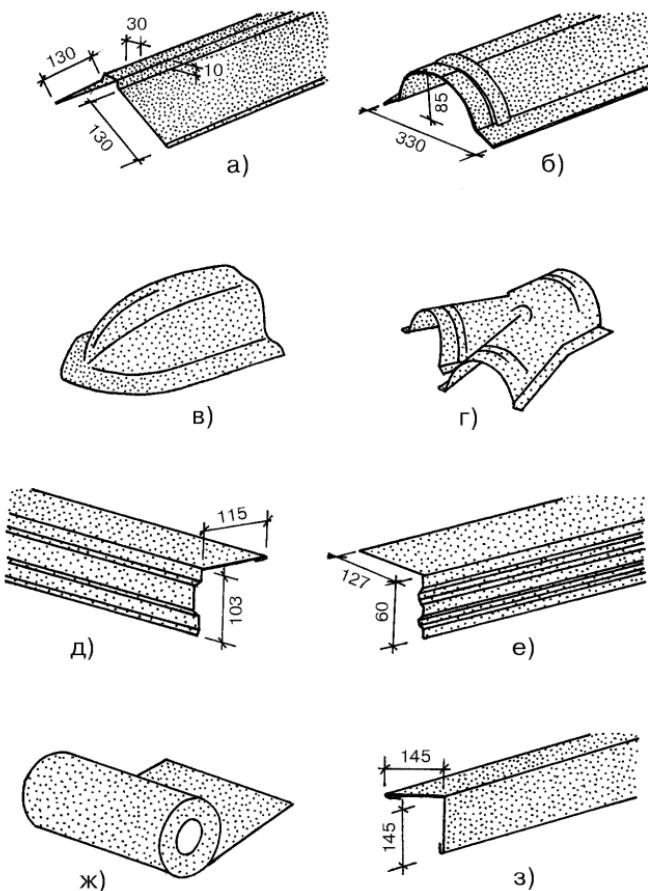

Рис. 66. Комплектующие материалы для кровель из металлической черепицы и профнастила
► **Кровли из металлочерепицы и профилированного настила** изготавливаются из специальных профилей горячеоцинкованной стали толщиной 0,5–0,7 мм с многослойным покрытием цветным пластиком. Такое покрытие обладает высокой устойчивостью к воздействию ультрафиолетовых лучей и температур (от –50°C до +120°C) и обеспечивает срок эксплуатации не менее 30 лет. Конструкции легкие (4,5–5,0 кг/м²) монтируются на обрешетке крепежными винтами-саморезами с герметизирующими прокладками в шляпке и для монтажа не требуют практически никакого тяжелого оборудования (рис. ??). При этом фирмы предоставляют большой выбор дополнительных материалов таких, как планки (коньковые, торцевые, карнизные, для внутренних швов и др.), уплотнения, покрытые слоем пластика того же цвета, что и кровельные листы, водосточные системы, лестницы и многое другое (рис. 66–69).